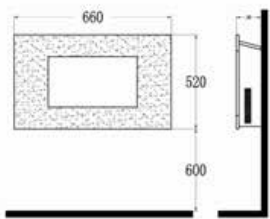

Fig. 3
- Une hauteur de 600 mm du bas du chauffage au sol est recommandée pour une visualisation optimale de la matrice de combustible (voir la Fig.3 pour les dimensions de fixation recommandées).